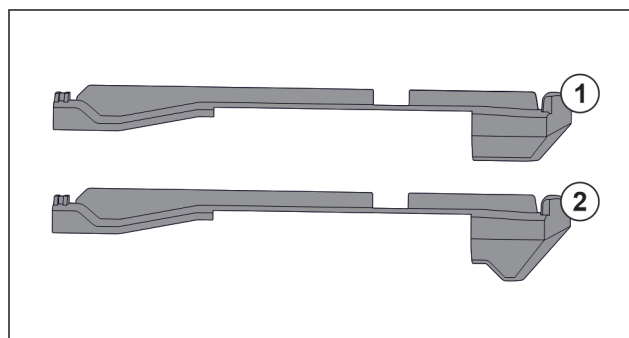

Fig. 18 Comparación de las piezas de acoplamiento
En el aparato hay dos piezas de acoplamiento distintas. La pieza de acoplamiento situada por encima del cajón inferior Fig. 18 (2) tiene un borde triangular. Todas las demás piezas de acoplamiento Fig. 18 (1) tienen un borde recto.
- Coloque la pieza de acoplamiento Fig. 18 (2) con borde triangular sobre el cajón inferior.
- Coloque las piezas de acoplamiento Fig. 18 (1) con borde recto en todas las demás posiciones.